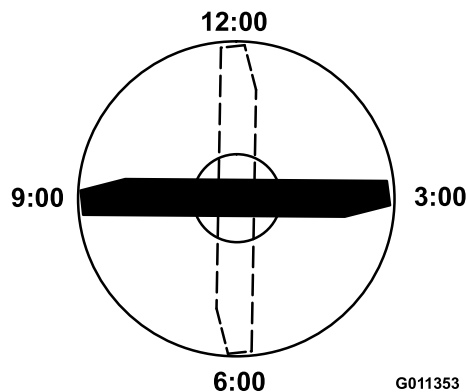

Рисунок 63
4. Установите режущую кромку отмеченного конца ножа в положение «12 часов» (строго прямо по направлению скашивания) (Рисунок 63) и измерьте высоту от стола до режущей кромки ножа.
5. Поверните отмеченный конец ножа в положения «3 и 9 часов» (Рисунок 63) и измерьте значения высоты.